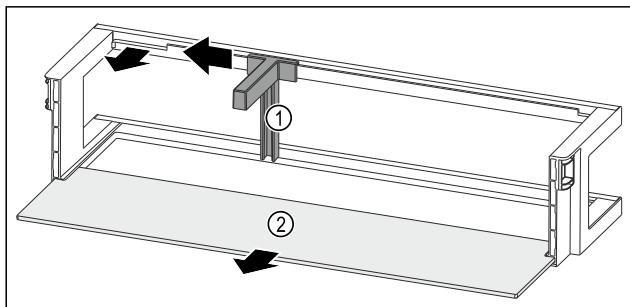

Fig. 276 Dørhylde med flaskeholder og hylde
- Skub flaskeholderen Fig. 276 (1) til siden indtil udsparringen.
- Tag flaskeholderen Fig. 276 (1) ud.
- Tag hylden Fig. 276 (2) ud.